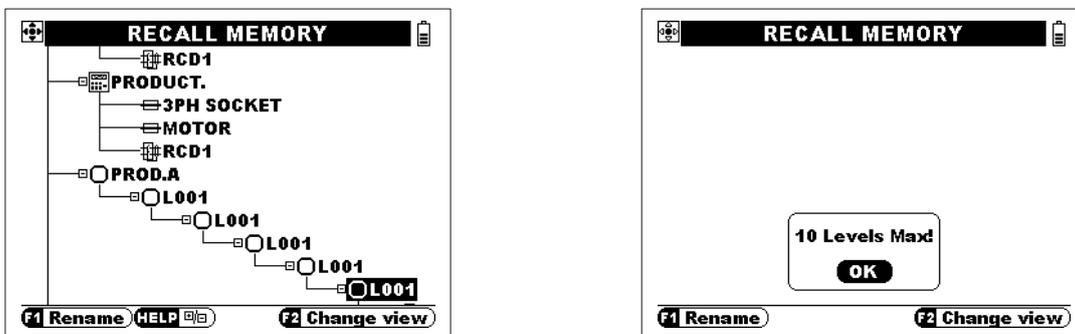

Abb. 6.3: Aussicht einer Baumstruktur mit vielen Ebenen
- Die Baumstruktur ist auf 2000 Stellen mit 10 Ebenen in Tiefe begrenzt, sehen Sie *Abb. 6.3*.